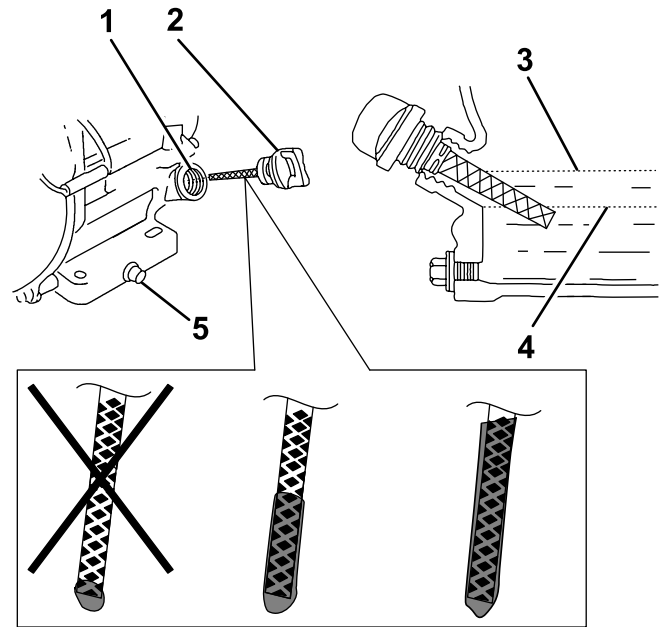

Figura 15
llegue al límite superior de la varilla o al borde inferior del tubo de llenado (Figura 15).
6. Retire la varilla y vierta aceite lentamente en el orificio de llenado hasta que el nivel de aceite llegue a la mitad de la varilla (Figura 15).